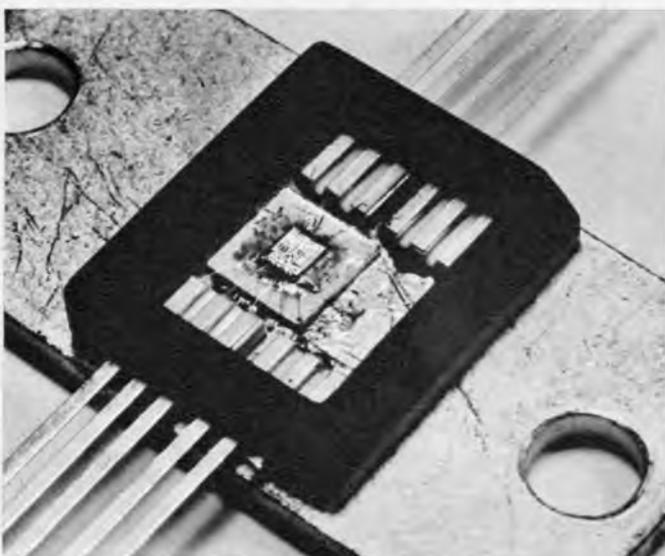

Bild 2. Großaufnahme der geöffneten flat pack
Zur Zeit gibt es im Handel eine Reihe von linearen integrierten Schaltungen (IS) mit Ausgangsleistungen von 1 W; einige bringen es auf 3 W, und in den Laboratorien mancher Halbleiterhersteller experimentiert man auch mit 6-W-Typen. Nun kündigte Ende Februar die japanische Firma Sony die Fertigung einer linearen IS mit 26 W Ausgangsleistung (max.) an, was nach Werksangaben 18 W Sinus-Dauerton entspricht. Diese bisher für unmöglich gehaltene Entwicklung führte nun keineswegs zu einem besonders großen Bauelement; vielmehr ist die IS vom Typ CX 024 (Bild 1 und 2), vergossen in einem flachen Gehäuse (flat pack), nur 2 cm × 3 cm groß; mit der massiven Wärmeabfuhrplatte, die in Bild 2 besonders deutlich erkennbar ist, ergibt sich eine Grundfläche von etwa 3 cm × 6,5 cm. Der Chip, d. h. die eigentliche IS (Bild 3) hat die Größe von 1,5 mm × 1,75 mm. Die gleiche IS wird auch in der TO-5-Kapsel mit sieben Anschlußdrähten geliefert; dann aber kann die Leistungsgrenze wegen der geringeren Wärmeabfuhr nicht voll ausgenutzt werden.